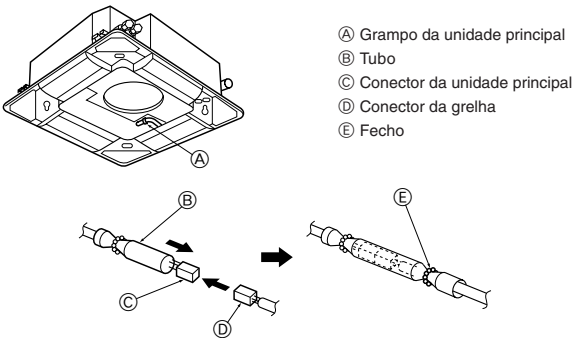

Fig. 5-8
5.4.4. Ligação do fio (Fig. 5-8)